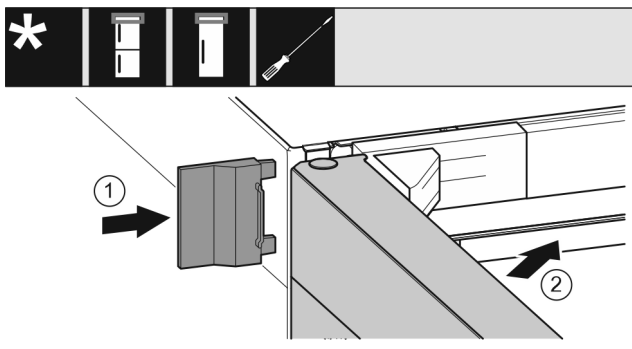

Fig. 23
- ▶ Uzbīdīet ārējo pārsegu. *Fig. 23 (1)*
- ▶ Aizveriet augšējās durvis. *Fig. 23 (2)*